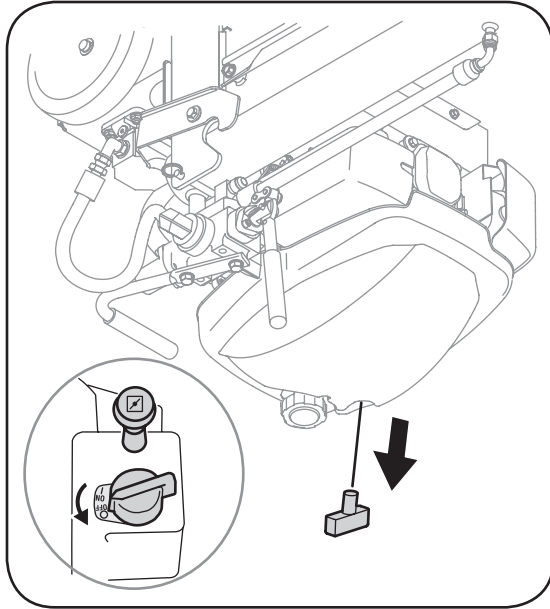

Figure 3-2
7. Vérifiez que le commutateur du moteur se trouve à la position « Arrêt ». Voir la Figure 3-2. Amorcer la pompe hydraulique en tirant à fond sur le démarreur à lancer. Répétez 4 à 6 fois.